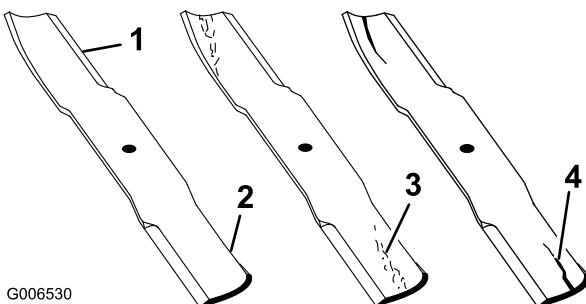

Figura 94
1. Inspeccione los filos de corte (Figura 94). Si los bordes no están afilados o tienen muescas, retire las cuchillas y afílelas. Consulte Afilado de las cuchillas.
2. Inspeccione las cuchillas, especialmente la parte curva (Figura 94). Si observa daños, desgaste o la formación de una ranura en esta zona (Figura 94), instale inmediatamente una cuchilla nueva.